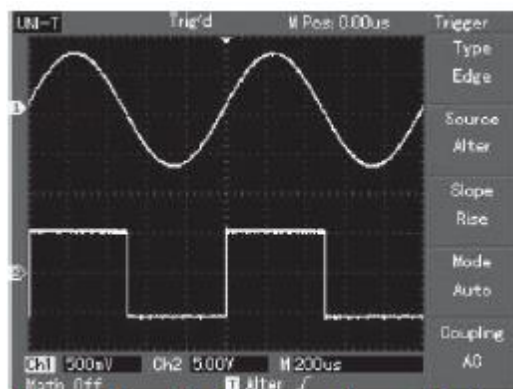

Fig. 2-16 Observarea simultana a 2 semnale diferite
- **ALT TRIG**: semnalul de sincronizare vine de la unul din cele 2 canale de intrare. Acest mod de observare se practica atunci cand se doreste observarea sincrona a 2 semnale, asa cum se arata in fig. 2-16